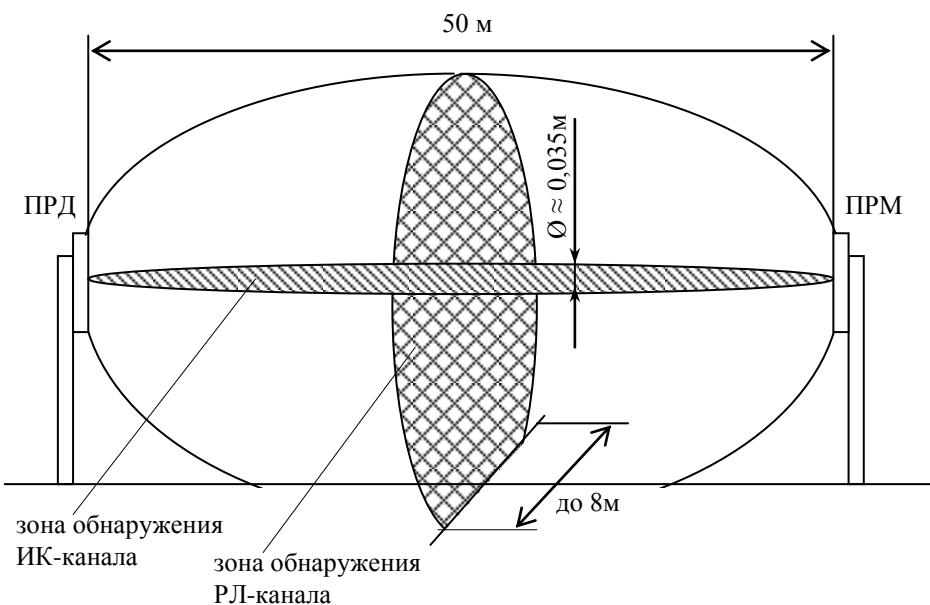

Рис.5.1
сигналов в РЛ- и ИК-канале при пересечении человеком зоны обнаружения. Размеры зон обнаружения приведены на рис.5.1. Из рисунка видно, что РЛ-канал имеет объемную зону обнаружения, а ИК-канал очень узкую, представляющую собой луч.
9.1.1.1. Для обеспечения работоспособности РЛ-канала ПРМ извещателя произведите проверку и при необходимости его настройку на максимальное значение принимаемого сигнала. **При измерении напряжения и наблюдении за индикаторами оператор не должен находиться и тем более двигаться в зоне обнаружения РЛ-канала (см.рис.5.1).**